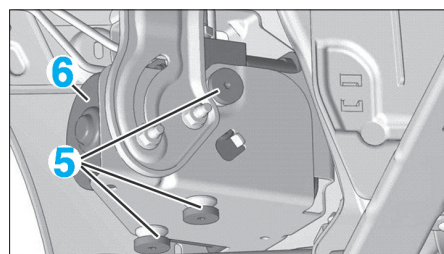

FIG. 27
- Déposer les vis (5) (Fig.27).
- Retirer les raccords (3) et (4).
- Déposer le bloc hydraulique (6).